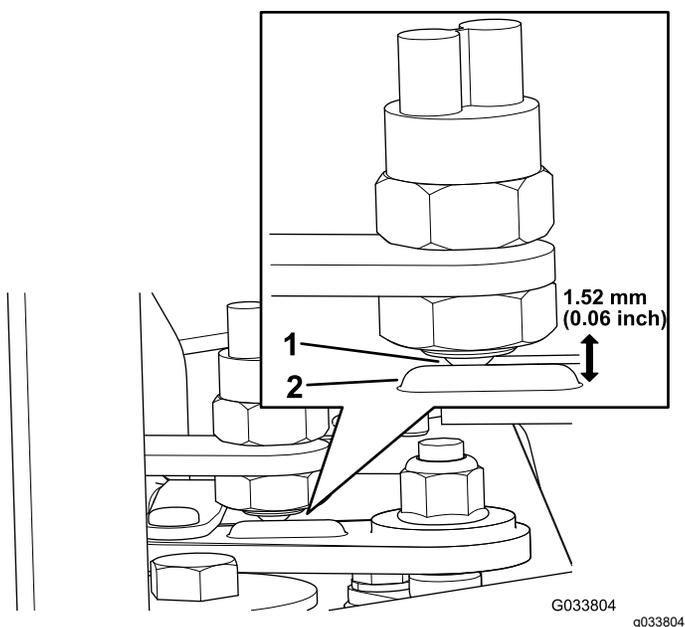

Рисунок 5
2. Убедитесь, что шариковый переключатель находится перед выступом на рычаге переключения передач (Рисунок 5).
3. Отрегулируйте глубину шарикового переключателя так, чтобы между выступом на рычаге переключения передач и лицевой поверхностью шарикового переключателя был зазор 1,5 мм (Рисунок 5).